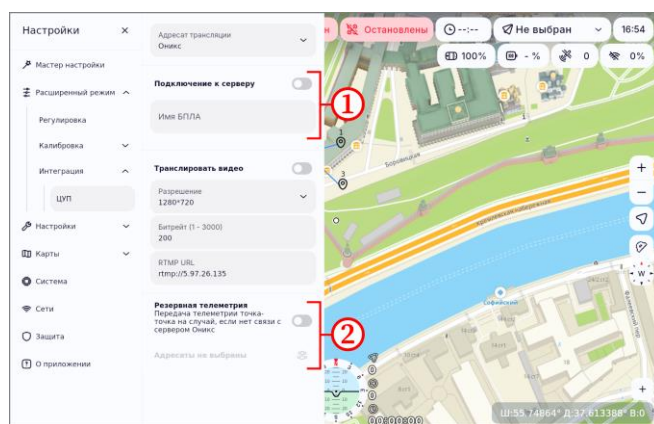

Рисунок 86
- убедиться, что на экране раздела присутствует пункт «Подключение к серверу» (рисунок 86, шаг 1);
- убедиться, что на экране раздела присутствует пункт «Резервная телеметрия» (рисунок 86, шаг 2);